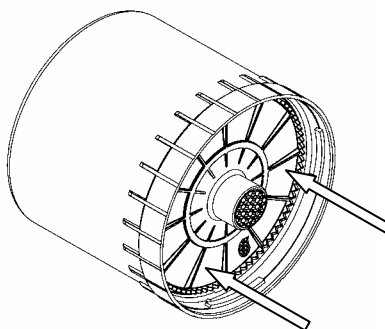

Figura 5
- ◆ Spingere l'unità PRO LC nel coperchio fino a quando il lubrificante fuoriesce dal foro (figura 5).